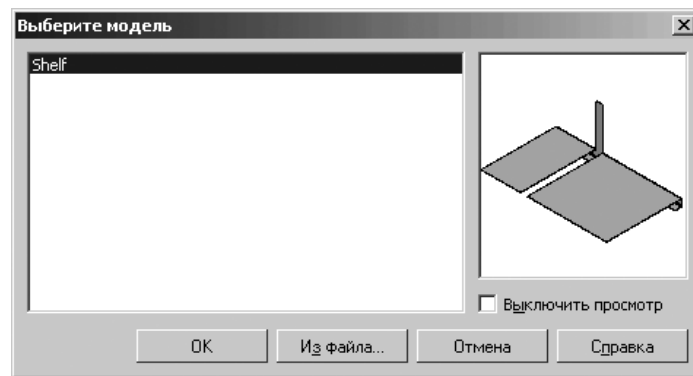

Рис. 7.39. Диалоговое окно **Выберите модель**
- щелкните в всплывающем меню по пункту **Произвольный** или щелкните в **Компактной панели** по кнопке переключателю **Ассоциативные виды**, а затем в панели инструментов по кнопке **Произвольный вид**. Появится диалоговое окно **Выберите модель** (рис. 7.39).